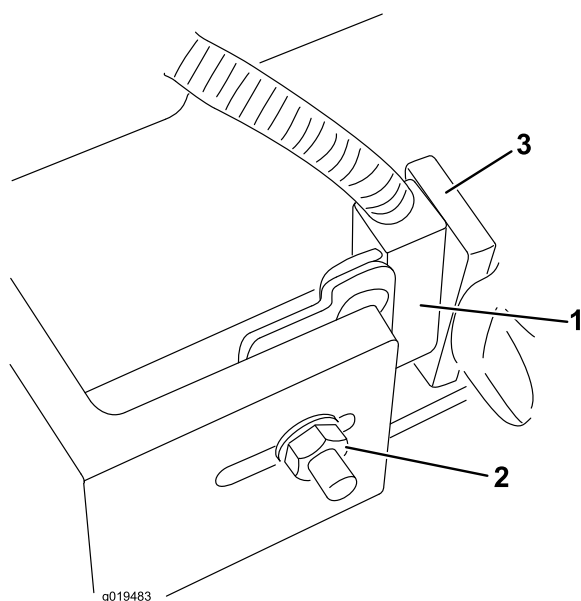

Figura 87
- Desaperte a porca do parafuso de carroçaria que está a fixar o suporte do interruptor do braço de elevação aos braços de elevação nºs 4, 6 ou 7 (Figura 87).